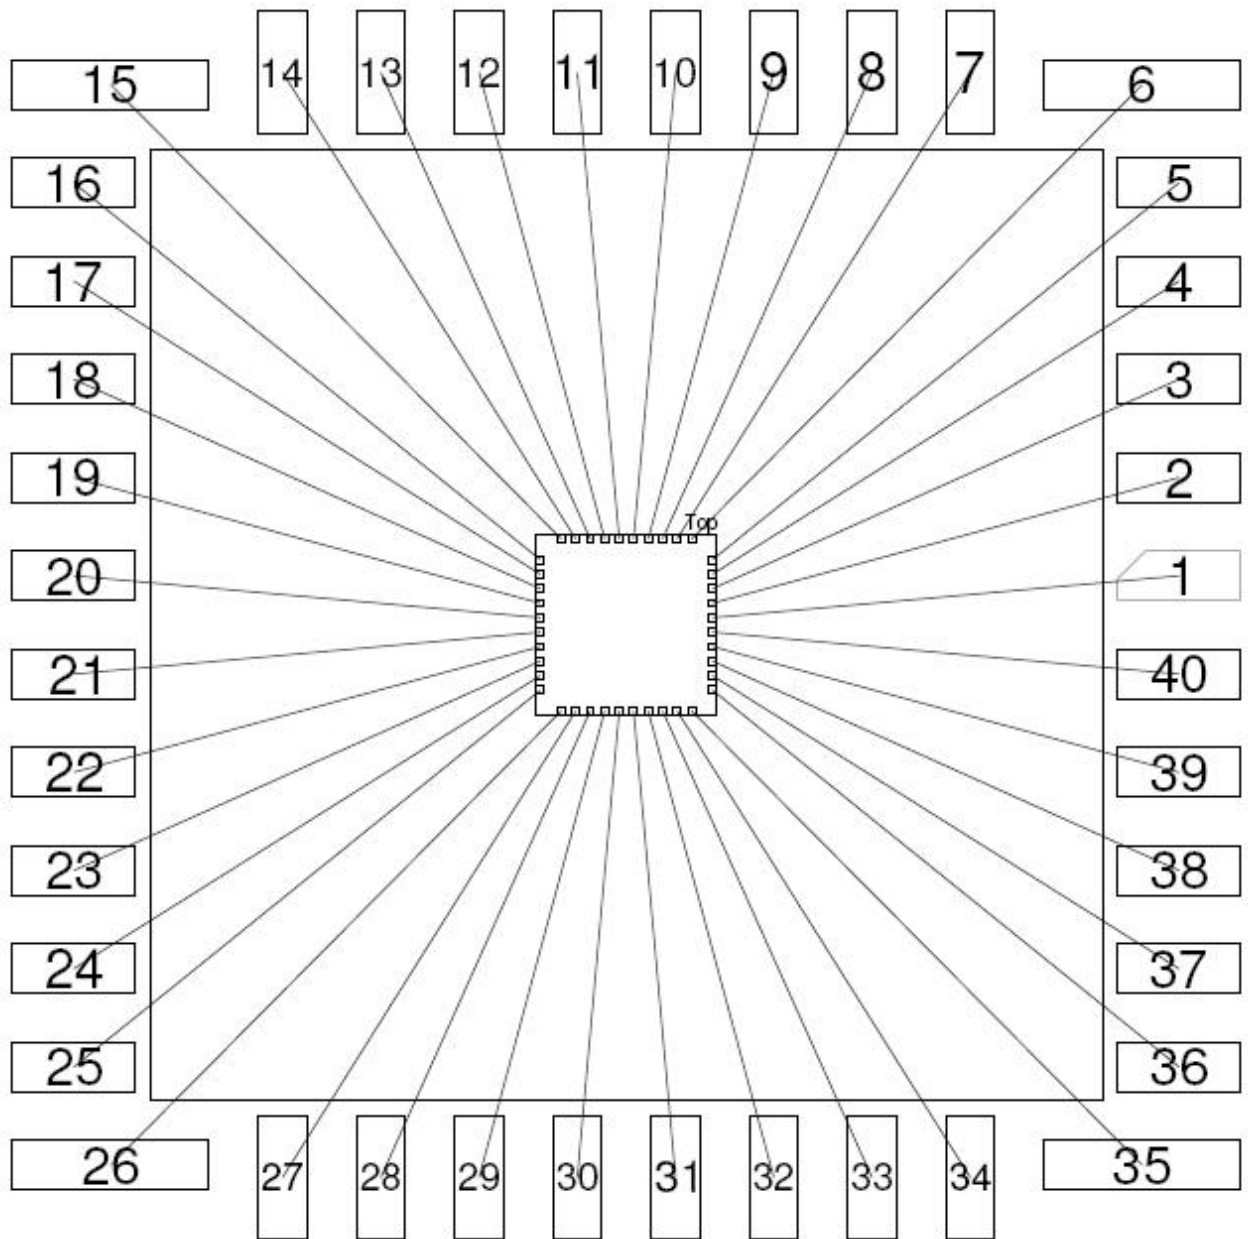

Рис. 6.19. Діаграма розведення виводів *DIP* корпусу
*MOSIS* в освітній програмі використовує 40 контактний *DIP* корпус. Розглянемо діаграму розведення виводів *DIP* корпусу (рис. 6.19). Самі макети будуть перебувати в середині фігури.
У відповідності зі схемою (див. рис. 6.19) *pin*[1] перебуває з правої сторони, п'ята комірнка зверху вниз. Експортуйте всі контактні площинки від *pin*[1] до *pin*[40] проти годинникової стрілки. Потім виділіть всі екпорти й змініть розмір тексту експортів на значення 125.